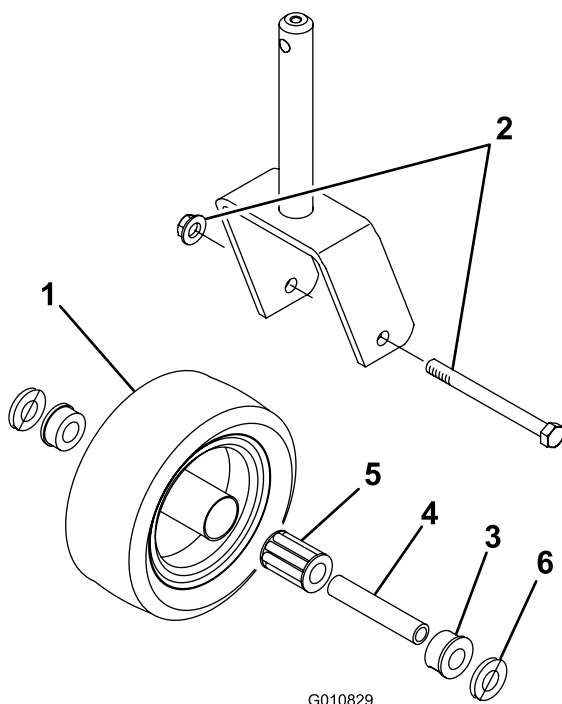

図 22
1. キャスタホイール・アセンブリをキャスタフォークに保持しているボルトからロックナットを外す図 22。
3. ホイールのハブからスパンナブッシュを取り出す図 22。
9. ハブの反対側でもブッシュを押し込んでハブの内部にベアリングを閉じ込める図 22。